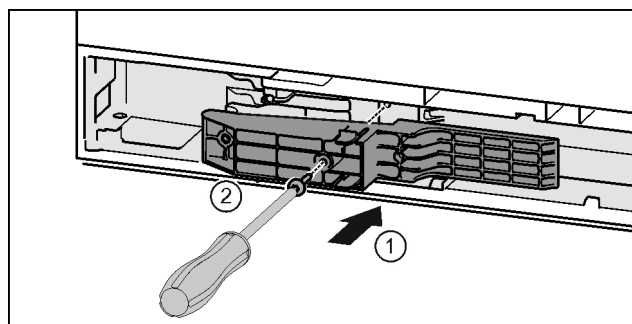

Fig. 45 *
- ▶ Sett adapterstykket inn i utsparingen på håndtakssiden. Fig. 45 (1)*
- ▶ Skru fast skruene med skrutrekker T15. Fig. 45 (2)*